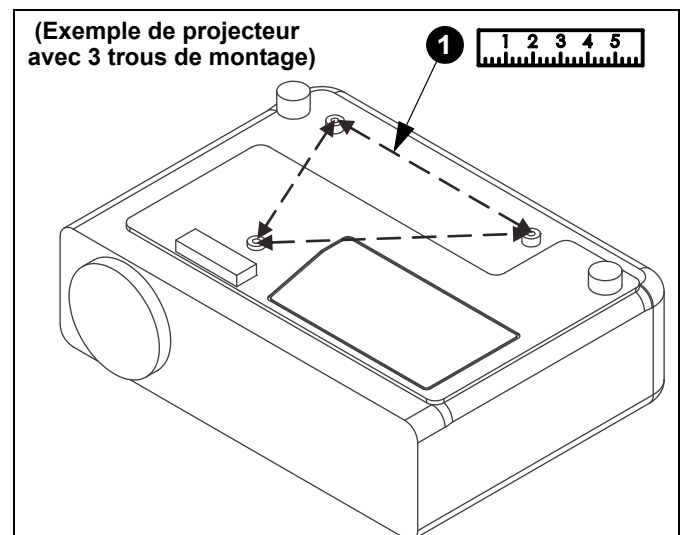

Figure 11
1. Déterminez la distance verticale entre les trous de montage pour votre projecteur. (Voir Figure 11)